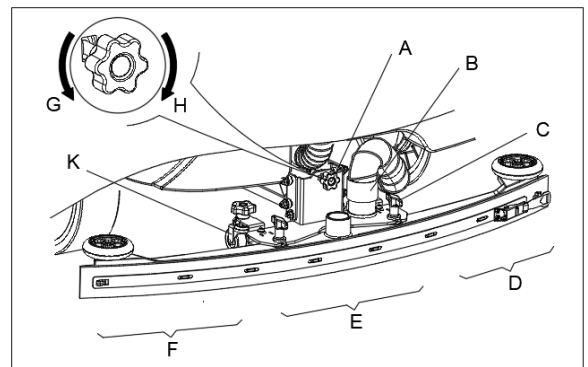

Рис. 10
1. Установите скребок и затяните гайки (С, рис. 10), а затем подключите вакуумный шланг (В) к скребку.